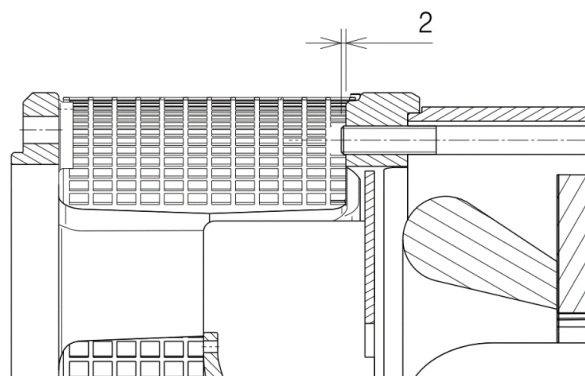

Fig.9
2. Inserire il tirante ed avvitare in modo che sporga di 2mm dalla madrevite. Fig.9